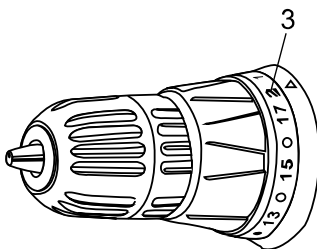

Рис. 4
Сверление обозначено значком (3)  на вращающемся кольце (Рис. 4).